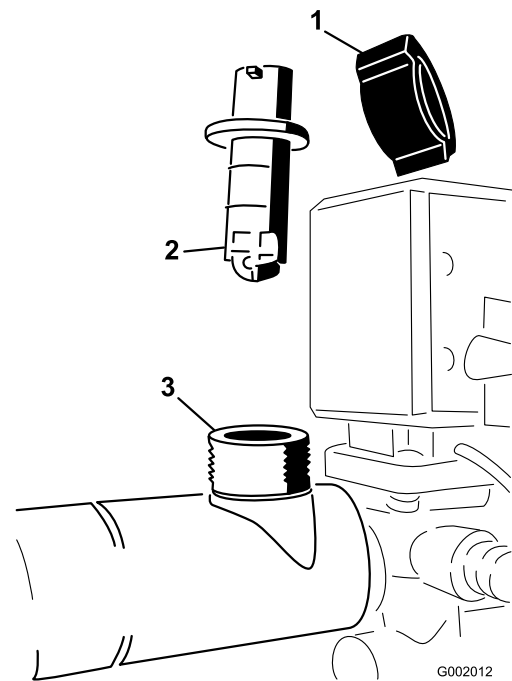

Figura 76
2. Retirar a cobertura de suporte do corpo do fluxímetro (Figura 76).